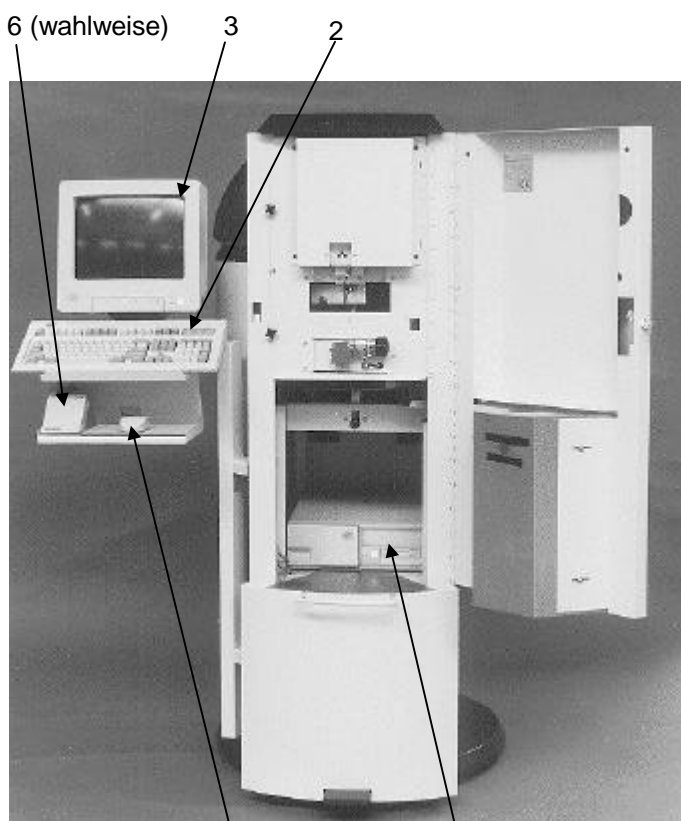

Abbildung 8
- Stellen Sie die Tastatur (2), den Monitor (3) und den Computer (4) (evtl. die Maus (5) und den Etikettendrucker (6)) auf wie in Abbildung 8 angegeben.